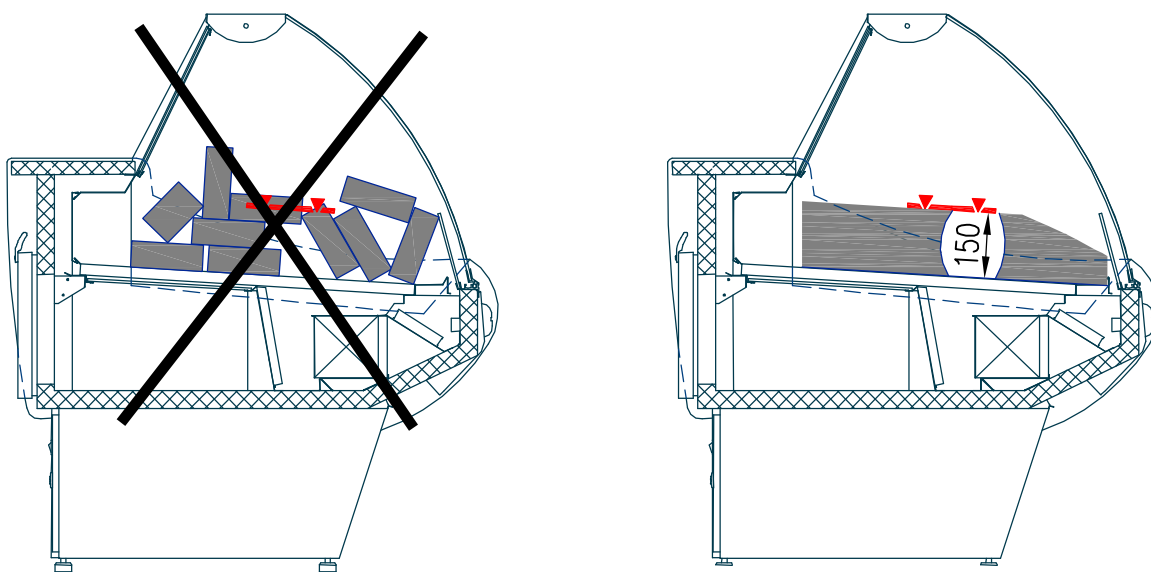

Рис. 3. Загрузка витрины продуктами
- Ø Проверить правильность расположения продуктов в витрине, согласно разд. 3.7 и рис. 3.